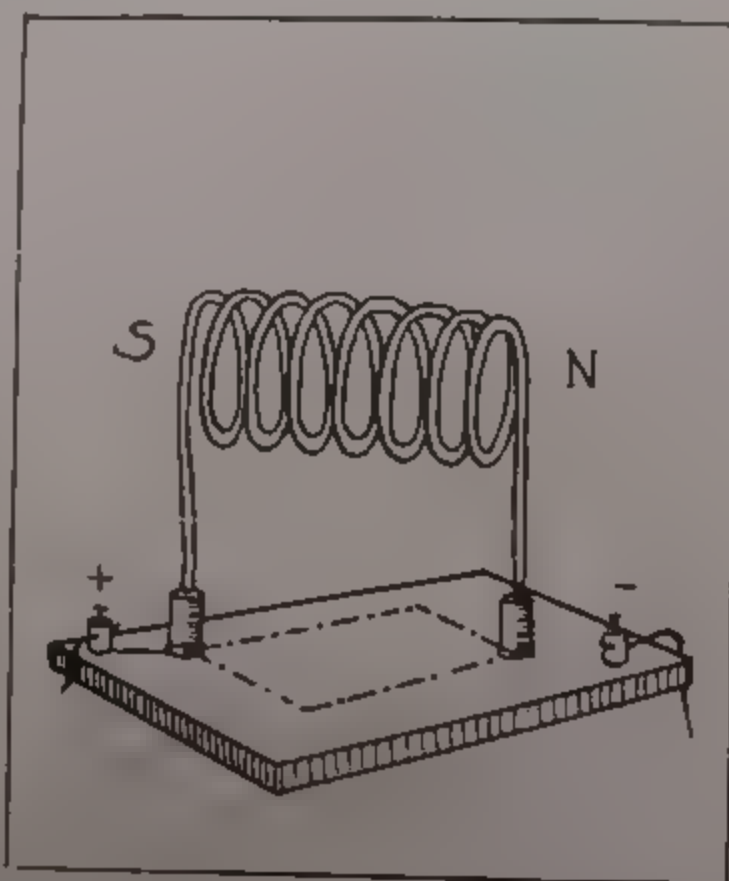

Fig. 226. — MODELLO DI SOLENOIDE.
**169. Campo magnetico di un solenoide.** — Un circuito formato da più spire avvolte secondo la superficie di un cilindro e quindi percorse parallelamente dalla stessa corrente è detto *solenoid* (fig. 226).